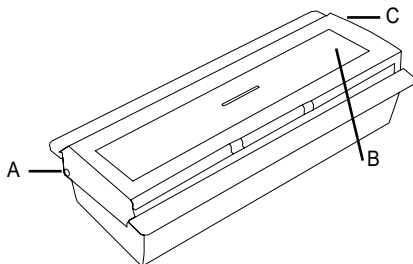

Bild 1: Dörrklockeknapp
- Ställ dörrklockeknappen på en arbetsyta, så att de båda vridaxlarna av den genomskinliga plastframsidan (bild 1 A och C) finns bak. .
- b) Tryck nu försiktigt på den vänstra sidan med ett spetsigt föremål (t.ex.kulspetspenna) på det lilla stiftet (bild 1 A).
- c) Nu borde den genomskinliga platsframsidan till vänster (bild 1 A) kunna skjutas upp och ta av.
- d) Nu kan du öppna den lilla skruven (bild 1 B)) med en liten Phillips-skruvmejsel och ta av framsidan av samtalsknappen bakom den det finns ett kretskort med batteri.
- b) Beakta före sammansättning att de små skruvarna (bild 1 B) kan gripa in på rätt plats. Vrid eventuellt med höljet med 180°.
- d) Skruva den lilla skruven (bild 1 B) försiktigt in med en liten Phillips-skruvmejsel.
- e) Håll dörrklockeknappen så att den lilla skruven (bild 1 B) finns till höger.
- f) På den högra sidan av knappen finns en liten öppning (bild 1 C) dit gångjärnstiftet av den genomskinliga plastframsidan kan hängas in.
- g) Nu kan du lägga i den genomskinliga plastframsidan så att den nästan helt har uppnått sitt ändläge. Du måste måste bara trycka försiktigt in det lilla stiftet (bild 1 A) och snäppa fast den genomskinliga plastframsidan.